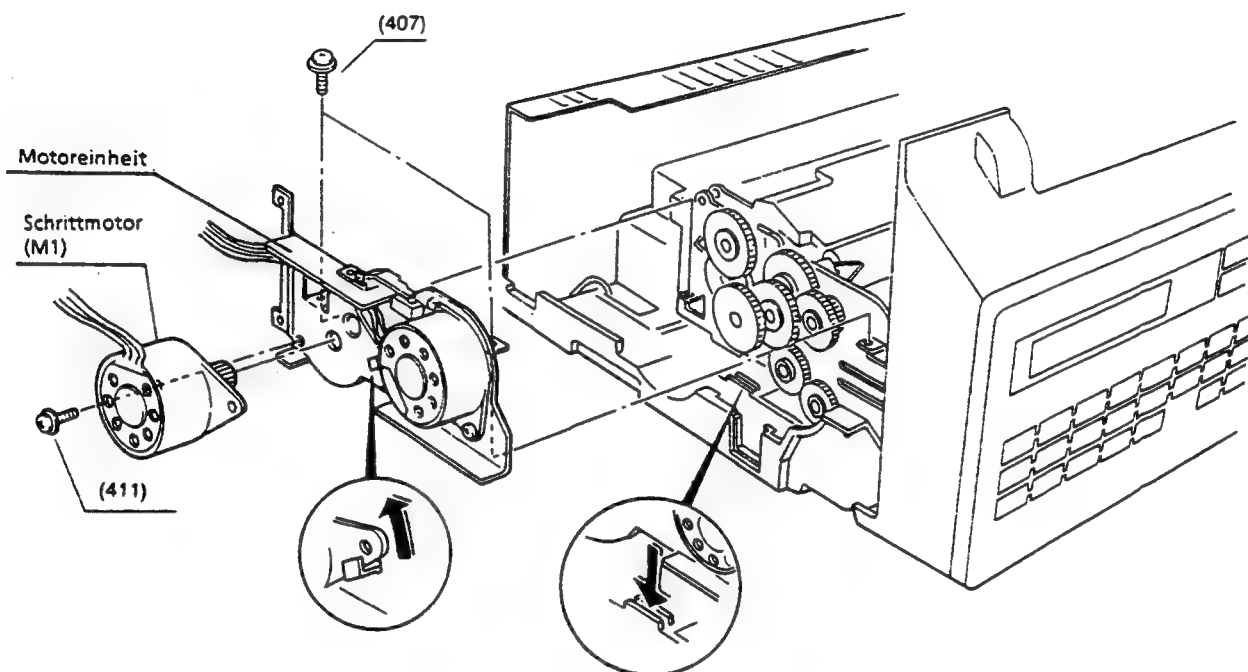

Abbildung 4.3.32
- (1) Öffnen Sie die Empfangseinheit.
- (2) Entfernen Sie die Abdeckungen (siehe Abschnitt 4.3.1.1).
- (3) Entfernen Sie die beiden Schrauben (407) und nehmen Sie die Motoreinheit heraus (siehe Abbildung 4.3.32).
- (4) Entfernen Sie vier Schrauben (408), die die Mechanikbaugruppe sichern und heben Sie das vordere Ende an.
- (5) Entfernen Sie das Sendeauswurfzahnrad (125) und die beiden D6-Lager (144), und nehmen Sie dann die Sendeauswurfwalze (115) heraus.
- (6) Der Einbau erfolgt in umgekehrter Reihenfolge.
- (4) Entfernen Sie die vier Schrauben (408), die die Mechanikbaugruppe sichern und heben Sie das vordere Ende an.
- (5) Drehen Sie das Aufzeichnungspapierführungsblech (128) und das Sendeauswurf führungsblech (176) zu Ihnen hin.
- (6) Entfernen Sie die Schraube (410) und nehmen Sie die Sendeauswurfandruckwalzenbaugruppe (5) heraus.
- (7) Der Einbau erfolgt in umgekehrter Reihenfolge.
- (1) Öffnen Sie die Empfangseinheit
- (3) Entfernen Sie beiden Schrauben (407) und nehmen Sie die Motoreinheit heraus (siehe Abbildung 4.3.32).
- (4) Entfernen Sie die Sicherungsringe (413) und nehmen Sie das ADF-Zahnrad (123) heraus.